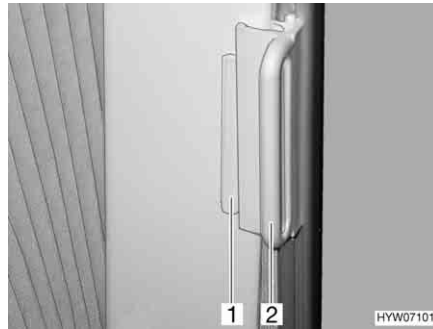

Fig. 85 Tendina oscurante pieghevole, finestra della cabina guida
- Afferrare l'impugnatura (Fig. 85,2) delle tendine oscuranti pieghevoli e chiudere tirando con prudenza finché il fermo magnetico non blocca la tendina oscurante pieghevole.
- Spingere l'impugnatura (Fig. 85,2) fino al sopralzo (Fig. 85,1). La tendina oscurante pieghevole è ora bloccata.